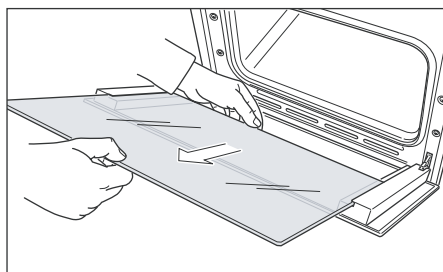

Fig. 48e
- Sortez en douceur la vitre intérieure (Fig. 48e).